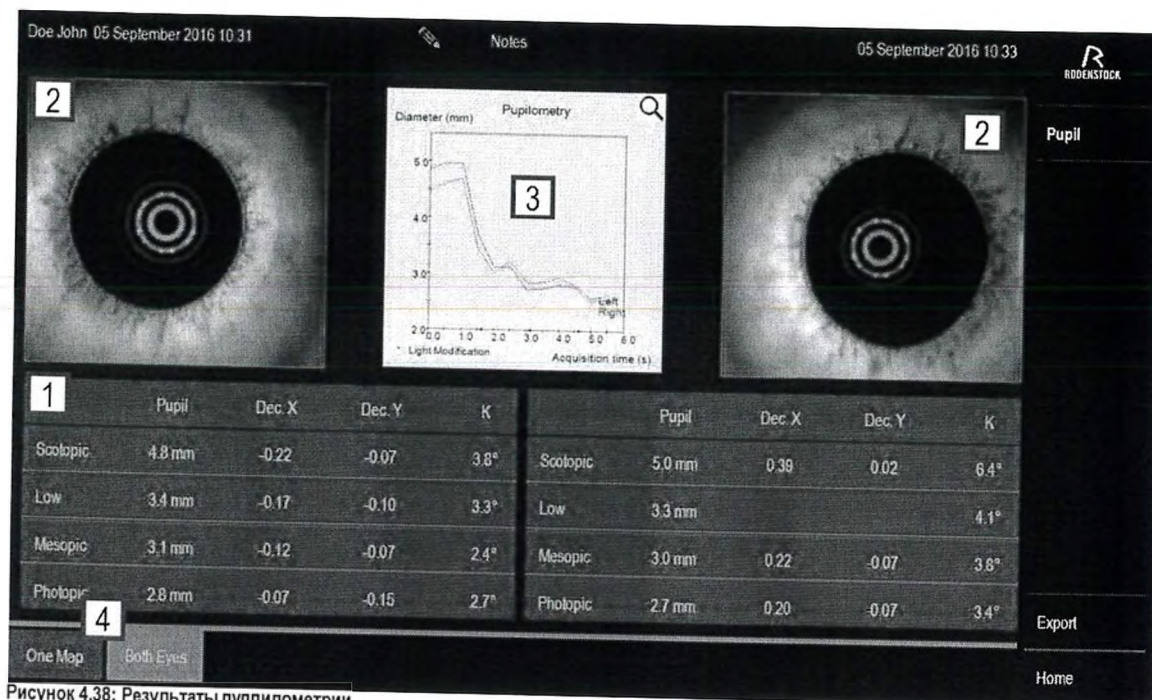
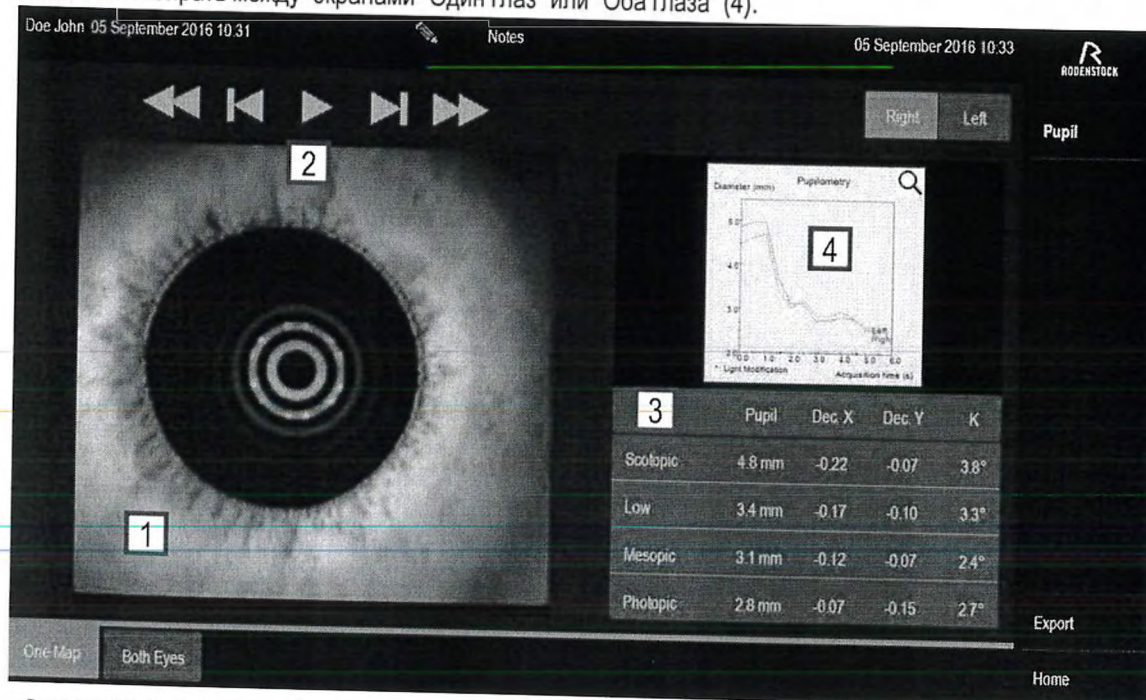

Рисунок 4.38: Результаты пуппилометрии
Рисунок 4.39: Детализированный вид пуппилометрии
Рисунок 4.38 появляется на экране после пуппилометрии. Вкладка (1) содержит информацию о диаметре зрачков в зависимости от условий освещенности (скотопические, мезопические и фотопические). В верхней части экрана вы видите изображения обоих глаз R/L (2). Для детализированного просмотра нажимайте на изображения. На следующем экране вы можете посмотреть короткий ролик с демонстрацией зрачковой реакции (см. Рисунок 4.39). График в центре (3) показывает разницу в диаметре правого и левого зрачков. Вы можете выбирать между экранами "Один глаз" или "Оба глаза" (4).
Данный экран (Рисунок 4.39) доступен вам после нажатия кнопки "Один глаз". Нажмите кнопку Запустить (2) для проигрывания короткого ролика и просмотра реакции зрачка на различные световые условия. Справа на изображении вы можете посмотреть детали диаметра зрачков (скотопические, мезопические и фотопические) в мм (3). Данные децентрации зрачка по горизонтали и вертикали, а также угол каппа, отображаются в табличной форме (3). Разница в ширине зрачка справа и слева выводится в форме графика (4).